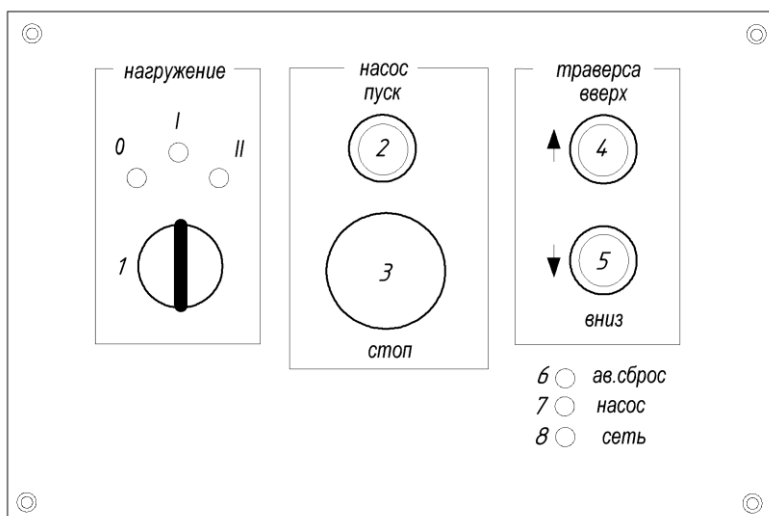

Рис. 3 - Органы управления и индикации
- Включите кнопкой 2 (рис. 3) двигатель насосной установки.